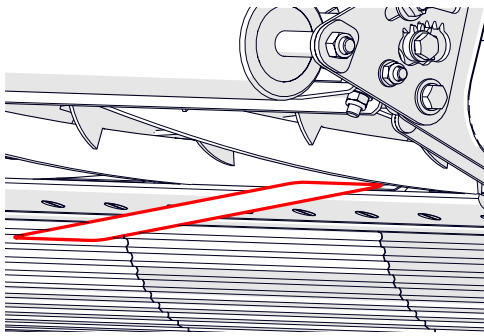

Fig. 12B - Repetir el ajuste en el otro lado
4. Elija el lado izquierdo o derecho del casete, coloque un trozo de papel entre el casete y la cuchilla de corte, y compruebe el corte moviendo la cuchilla con una mano (en que deberá haberse puesto previamente un guante) (Fig. 12B). Si la cuchilla no corta el papel o no lo corta limpiamente, será necesario ajustarla tal y como se describe en el paso 5. Si la cuchilla corta limpiamente, repita la prueba en el otro lado antes de continuar con el paso 5 si fuera necesario.